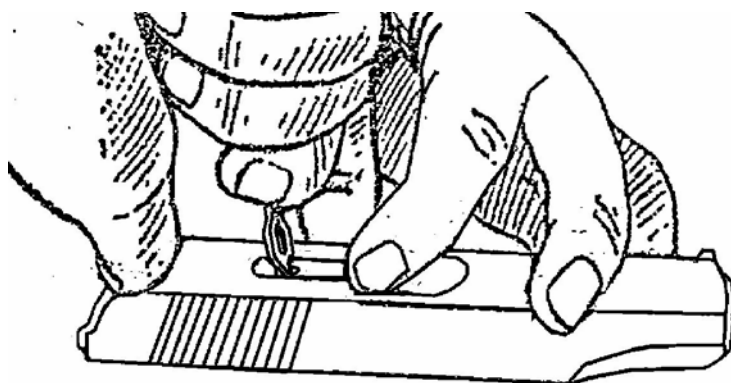

Рис.13. Отделение выбрасывателя от затвора.
7. Отделить выбрасыватель от затвора. Положить затвор на стол (скамейку), правой рукой с помощью выступа протирки утопить гнеток выбрасывателя и, одновременно нажимая указательным пальцем левой руки на переднюю часть выбрасывателя и поворачивая его вокруг зацепа (рис. 13), вынуть его из паза; после этого осторожно извлечь из гнезда затвора гнеток с пружиной.